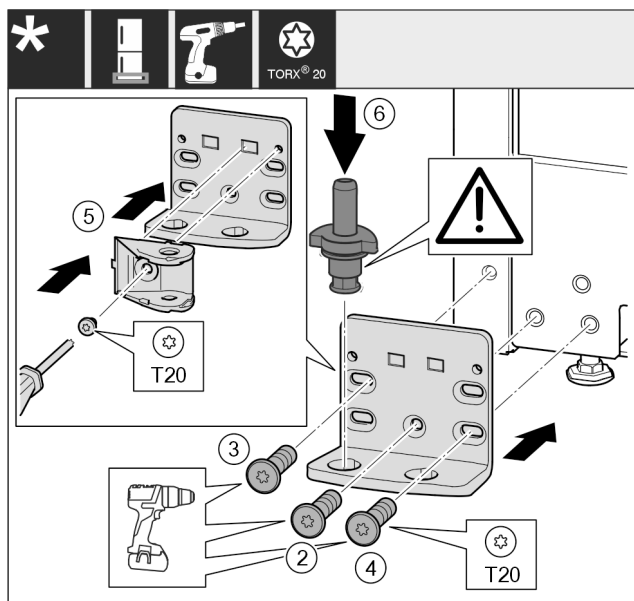

Fig. 21 *
- Ležajni podstavek namestite na drugo stran in ga po s pomočjo izvijača. Pričnite z vijakom Fig. 21 (2) spodaj na sredini.*
- Privijte vijak Fig. 21 (3) in vijak Fig. 21 (4).*